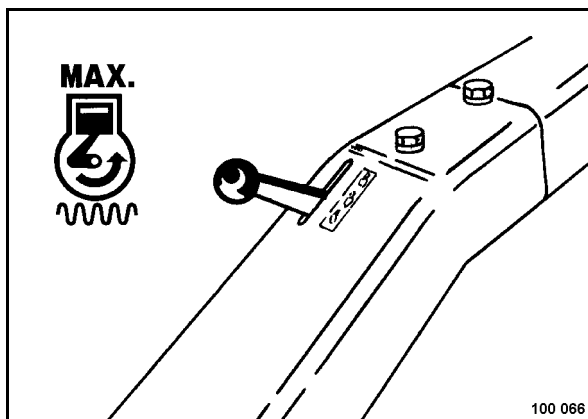

Рис. 16
- Установить рычаг управления частотой вращения (Рис. 16) в положение "MAX".